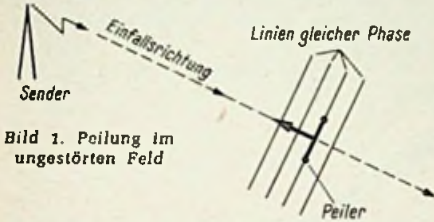
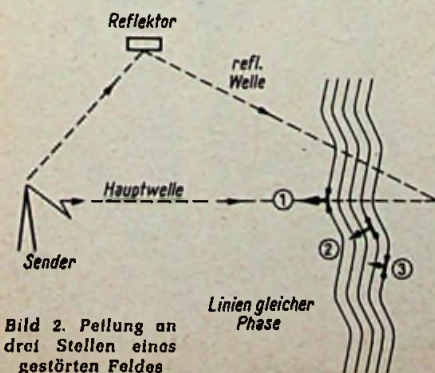

Bild 1. Peilung im ungestörten Feld
Bild 2. Peilung an drei Stellen eines gestörten Feldes
Die Verhältnisse im Nahfeld eines Adcocksystems werden durch Bild 1 und 2 veranschaulicht. Vorher sei erwähnt, daß die im ungestörten Feld miteinander verbundenen Orte gleicher Phasenlage parallele Gerade darstellen, die sich im gestörten Feld zu Wellenlinien verformen.
Beim Peilvorgang werden nun zwei Dipole (Abstand etwa $0,2\lambda$) so weit um ihren gemeinsamen Mittelpunkt gedreht, bis die Antennenausgangsspannung ein Minimum beträgt. Das ist der Fall, wenn beide Dipole auf einer Linie gleicher Phase liegen. Im ungestörten Feld bedeutet das, daß die Senkrechte auf der Dipolbasis mit der Einfallsrichtung der Hauptwelle zusammenfällt (Bild 1). Im gestörten Feld wird je nach der herrschenden Phasenlage eine Differenz zwischen der wirklichen Einfallsrichtung der Hauptwelle und der Senkrechten auf der Dipolbasis vorhanden sein. Die Auswirkungen sind Peilfehler, die im Extremfall bis zu 90° betragen können (Bild 2). Nur bei (1) ist die Peilung richtig, während in den Dipolstellungen (2) und (3) eine falsche Richtung angezeigt wird.